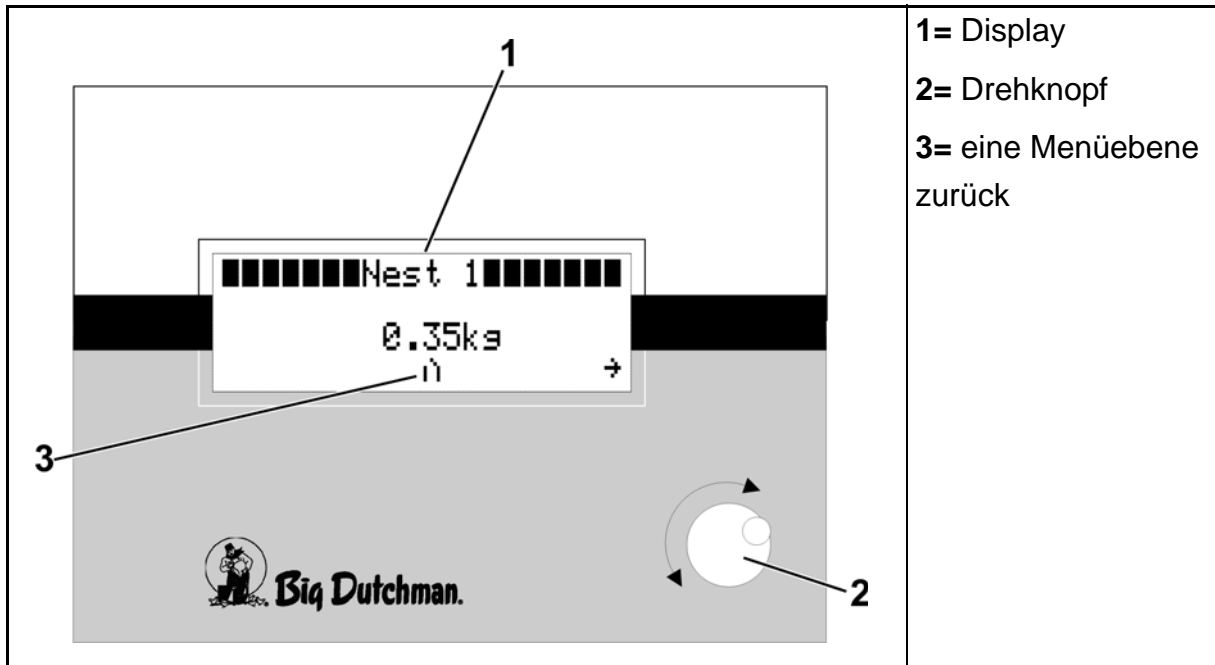

Bild 1-1: Schematische Darstellung der WIN4 Kontrolleinheit
Mit Hilfe des **Drehknopfes** (2) können die im **Display** (1) sichtbaren Menüpunkte bzw. Sollwerte ausgewählt werden (siehe Bild 1-1). Dazu wird der Cursor (blinkendes schwarzes Rechteck) durch Drehen des Drehknopfes auf den gewünschten Menüpunkt bzw. Sollwert platziert.
Durch Auswahl des Symbols [ ↵ ] (siehe Punkt 3 in Bild 1-1) wird in die **nächsthöhere Menüebene** zurückgeschaltet.